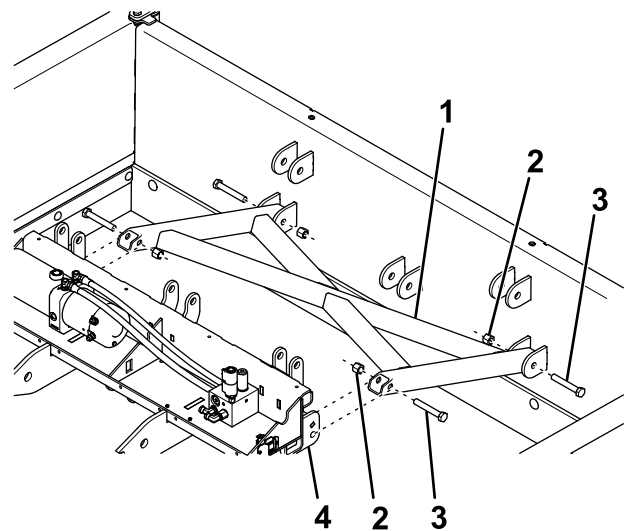

Figure 5
1. Fixez sans serrer le côté plat du bras de levage aux supports inférieurs de la lame centrale au moyen de 2 boulons ($\frac{5}{8}$ x 4 po) et contre-écrous (Figure 5).
2. Fixez sans serrer le côté coudé du bras de levage aux supports inférieurs de l'ensemble coupleur au moyen de 2 boulons ($\frac{5}{8}$ x 4 po) et contre-écrous (Figure 5).